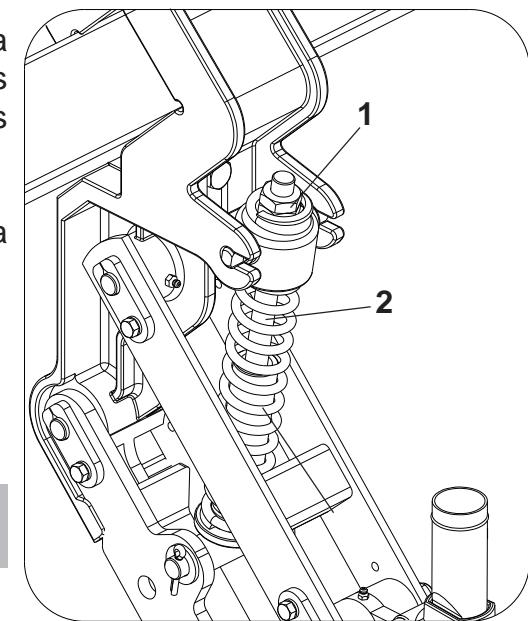

Figura 42
- PRONFUNDIDADE DO ADUBO E PRESSÃO NAS LINHAS DE SEMENTES (**Figura 42**)
- 14 - Para dar mais pressão na mola, rosquei a porca (1) no varão (2), e vice-versa.